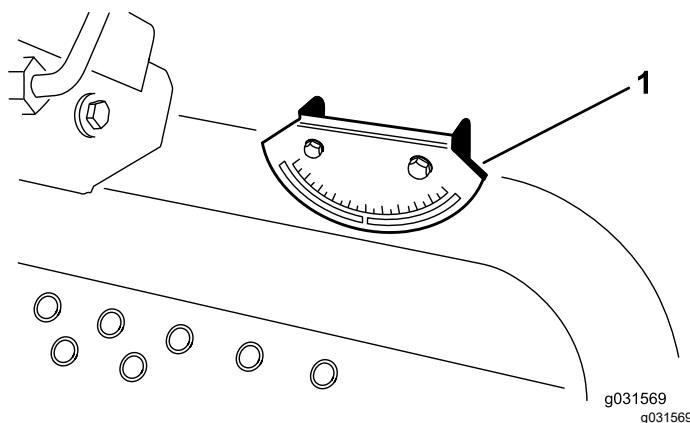

Figure 5
2. Vérifiez que la machine est de niveau en plaçant un inclinomètre à main (fourni avec la machine) sur la traverse du cadre près du réservoir de carburant (Figure 5).